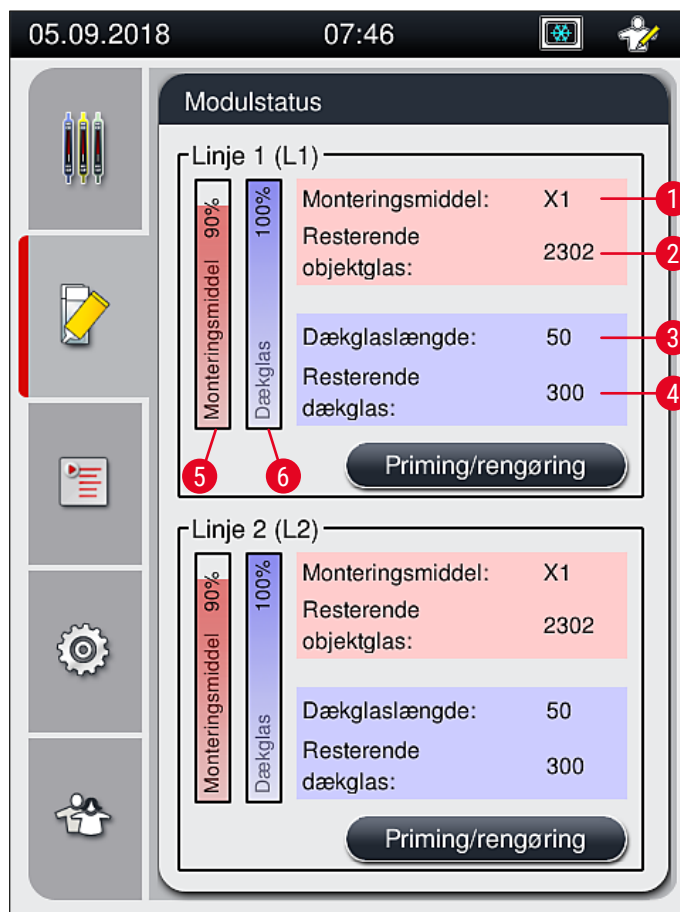

Fig. 22
7. De flasker med monteringsmiddel, der isættes, registreres af instrumentsoftwaren, og **Modulstatus** (→ Fig. 22) opdateres.